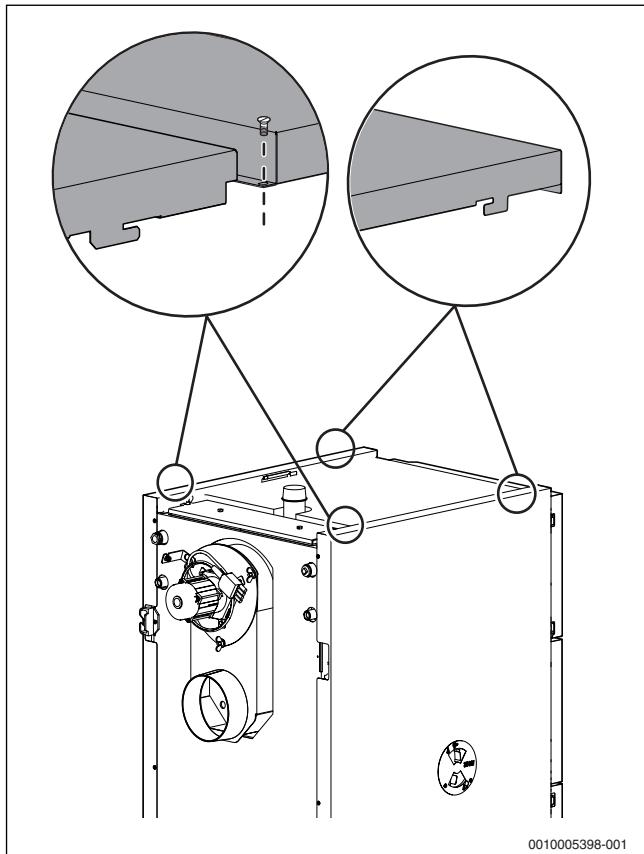

Fig. 5 Scoaterea capacului cazonului
- ▶ Desfaceți șuruburile capacului cazanului (→ Fig. 5).